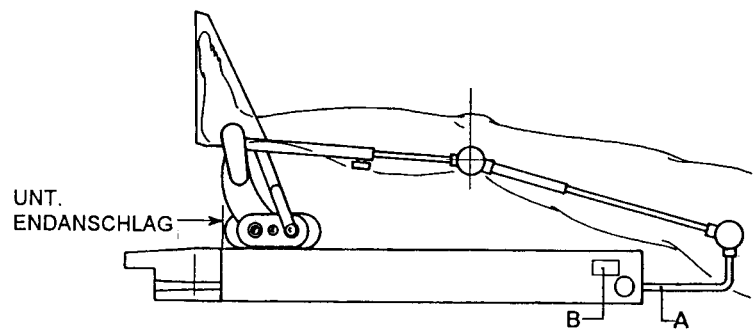

Abb. 4
- Durch Druck der Taste  wird der Schlitten auf den unteren Endanschlag gefahren (Abb.4).
- Die hintere Stange A in der Öffnung RECHTS oder LINKS (siehe Aufkleber B) entsprechend der Gliedmaßen RECHTS oder LINKS des Patienten positionieren (Abb. 4 und 5).